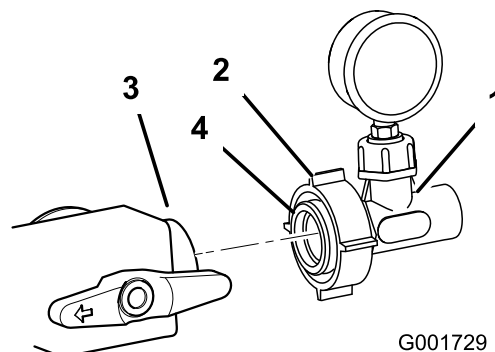

Figura 14
13. Lubrificate l'O-ring nel riduttore con un lubrificante non a base di petrolio, quale un olio vegetale (Figura 14).
precedentemente installata (Figura 14). Serrate il dado di plastica per fissare il gruppo alla valvola.